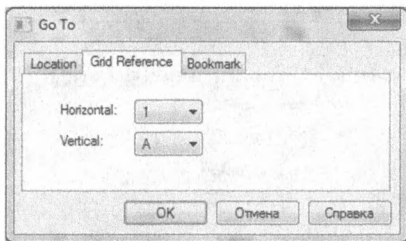

Рис. 1.38. Переход по ссылке на сетку
3. Введите горизонтальную и вертикальную информацию, соответствующую ссылке на сетку, затем нажмите ОК (рис. 1.38).